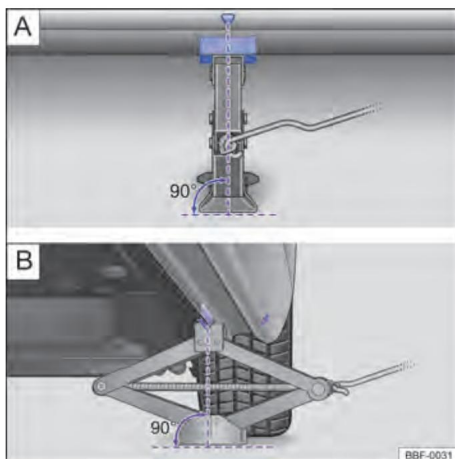

Figure. 175 Points d'appui du cric et cric positionné sur le côté arrière gauche du véhicule.
10. Assurez-vous que la base du cric, avec toute sa surface, repose sur le sol et que la base se trouve perpendiculairement au-dessous du point de placement → Fig. 175 et .
11. Alignez le cric et, en même temps, soulevez la griffe du cric jusqu'à ce qu'elle s'enclenche avec la traverse sous le véhicule → fig. 175.
- Positionner le cric uniquement aux points indiqués. La griffe du cric doit s'insérer solidement dans le profilé de poutre → fig. 175.